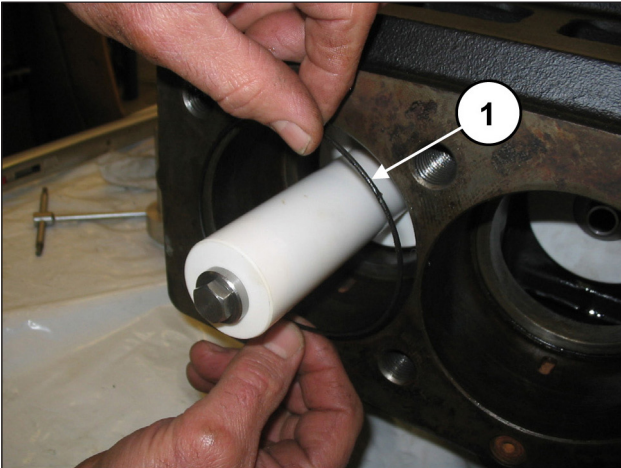
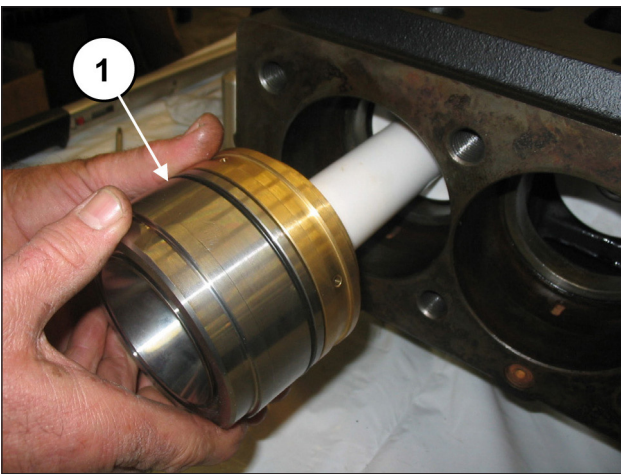

Fig. 139
Fig. 140
Placer le joint torique dans le carter de pompe (rep. ①, Fig. 139) puis le dispositif de blocage chemise-support de joint (avec le même joint torique) préalablement assemblé et les pousser à fond (rep. ①, Fig. 140).